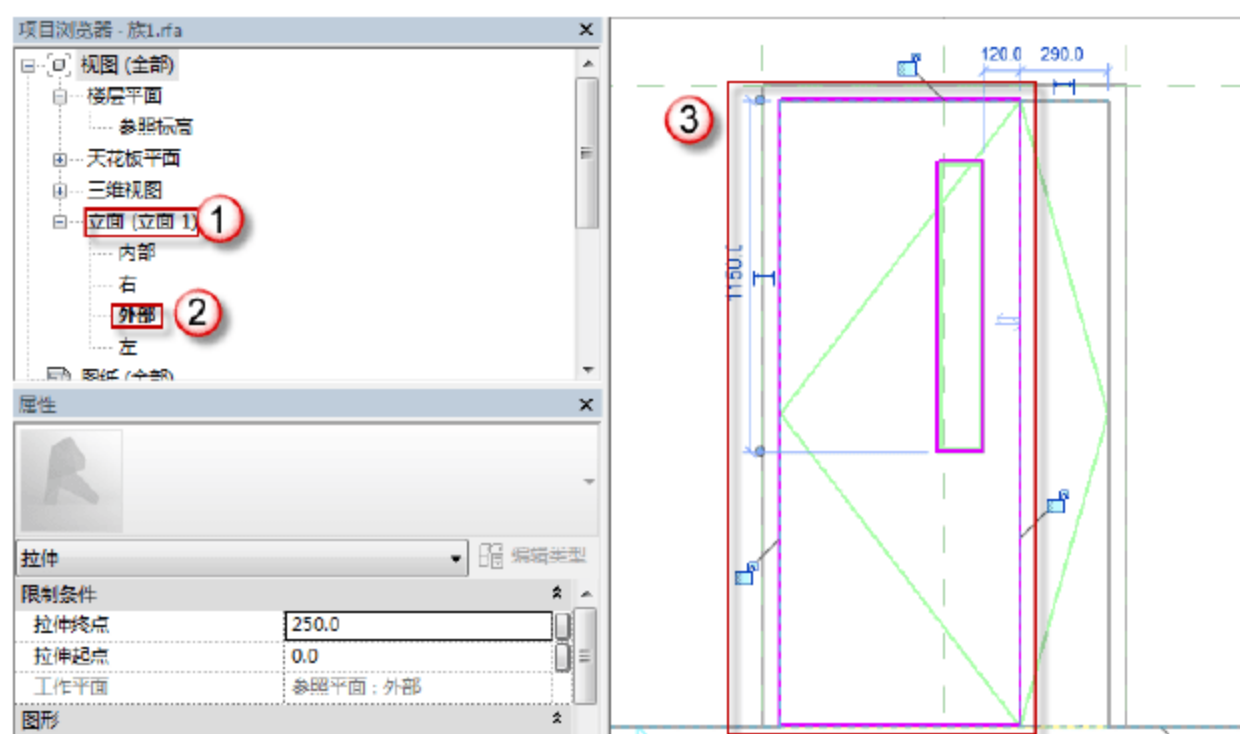
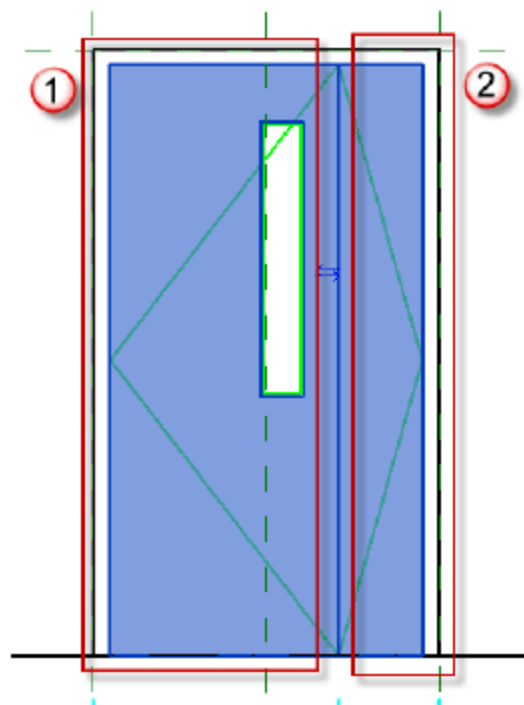

图 6.1.131 绘制门板
图 6.1.132 完成门板绘制
(14) 绘制门板。选择“项目浏览器”中的“立面(立面1)”→“外部”选项,可以进入单开门 M1021 的外部立面视图。选择“创建”→“拉伸”命令,进入“修改|编辑拉伸”界面,用菜单中的绘制工具绘制门板绘,绘制完成后,单击√按钮,如图6.1.131所示。然后重复选择“创建”→“拉伸”命令,将右边门板用“拉伸”工具绘制出来,完成后如图6.1.132所示。